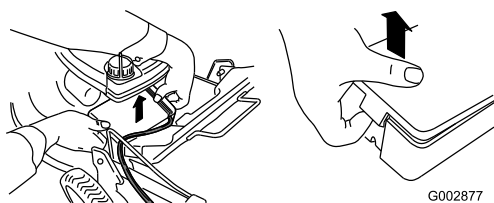

Figura 8
1. Desenganche ambos extremos de la tapa de la batería y retírela (Figura 8).